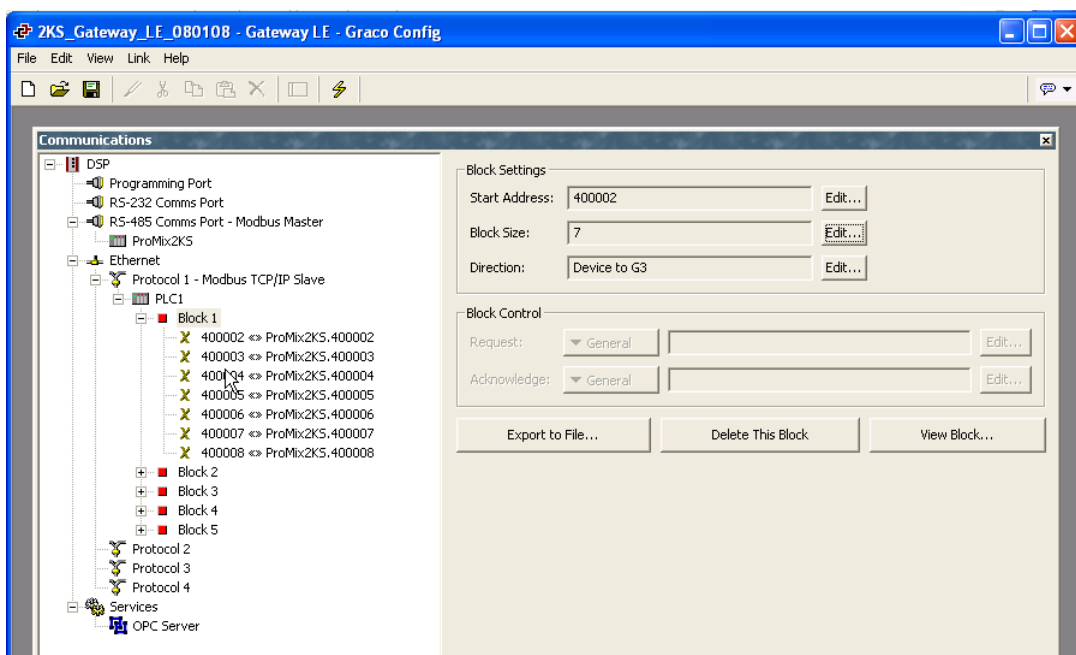

ABB. 25: Blockzuordnungsdaten
4. Siehe ABB. 25. Klicken Sie auf „OK“. Der Adressbereich erscheint unter dem entsprechenden Block auf der linken Fensterseite.